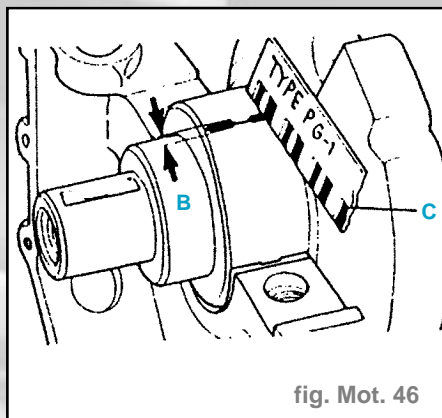

fig. Mot. 46
- A l'aide de la règle graduée, mesurer la valeur du jeu radial (fig. Mot. 46).